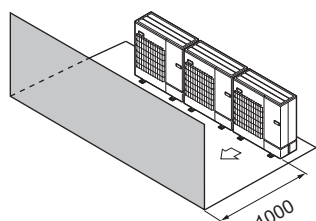

Fig. 2-15
- ③ Окружающие предметы - только спереди (Fig. 2-15)